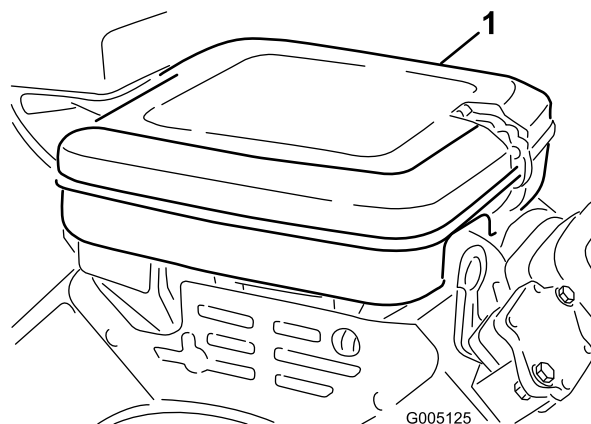

Figura 41
1. Rilasciate i fermagli di bloccaggio e rimuovete il coperchio del filtro dell'aria (Figura 41). Pulite accuratamente il coperchio.